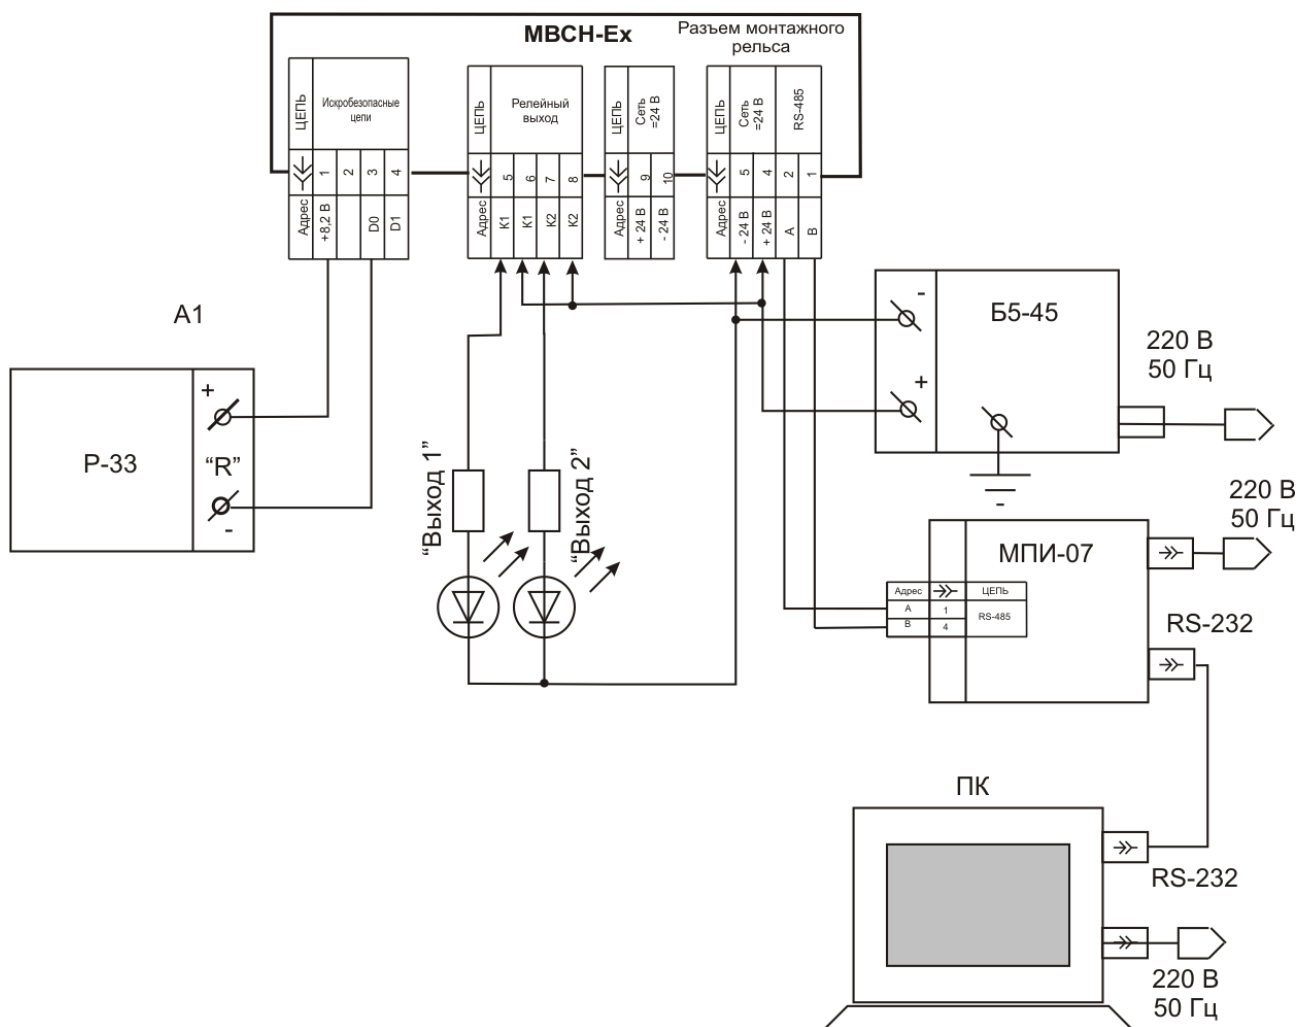

Рисунок 6.1 – Схема проверки МВСН-Ех
6.2.2 Провести конфигурирование МВСН-Ех в соответствии с проектом, руководствуясь приложением А ЦКЛГ.426433.011 РЭ. После этого задать входной сигнал в соответствии со значениями, приведенными на рисунке 4.1. Датчик имитировать изменением значения сопротивления магазина сопротивлений А1 (рисунок 6.1).